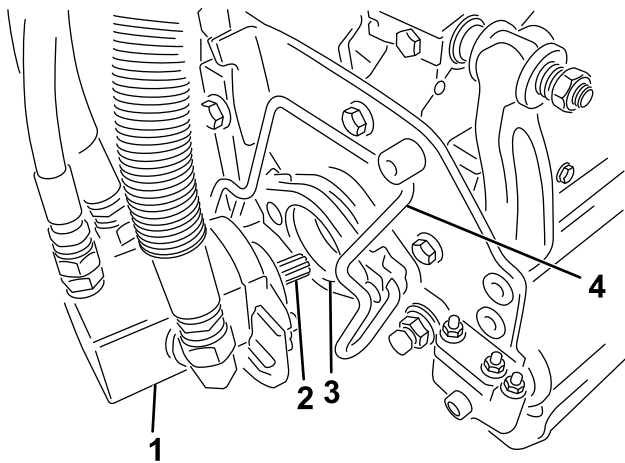

図 31
5. カッティングユニット用モータのスプラインシャフトにきれいなグリスを塗りつける 図 31。
6. モータを、カッティングユニットの左側運転席から見てに取り付け、カッティングユニットについているモータ固定バーを、モータの上から被せるようにセットし、モータの左右から「カチッ」というロック音が聞こえるまで押し下げる 図 31。